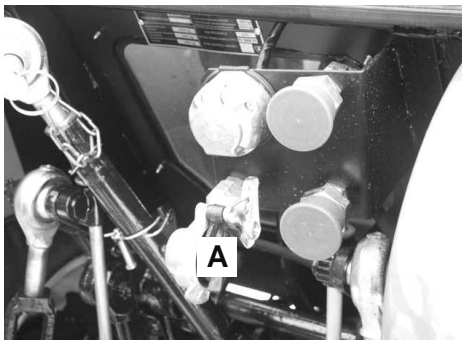

Abb. F-65. Anschluss des Einleitung-Druckluftsystems
Ist der Anhänger mit einem Einleitungssystem ausgestattet, soll die Luftdruckleitung des Anhängers an den Luftdruckanschluss **A (Abb. F-65 oder F-66)** des Schleppers angeschlossen werden. Nach Lösen der Bremspedale und des Feststellbremshebels im Schlepper erhält sich im Anschluss Druck von 0.62 MPa. Betätigung der Bremsen im Schlepper bewirkt die Abnahme des Drucks proportional zur Pressung auf Fußbremspedale und Betätigung der Bremsen im Anhänger.
- Nach Abstellen des Motors sollte der Druckabfall in der Druckluftanlage bei ausgeschalteten Hauptbremsen und Feststellbremse nicht größer als 0,0126 MPa in der Zeit von 10 Min. gemessen mit Hilfe eines Manometers im Druckluftanschluss 7 (Abb. F-65). Es wird zugelassen, die Dichtheit in der Zeit von 10 Minuten beim Druckabfall am Manometer, der auf dem Armaturenbrett angebracht wurde, den Wert von 0,0126 MPa überschreitet.
Je 1000 Betriebsstunden (oder je 12 Monate) ist der Behälter gründlich zu reinigen. Es wird empfohlen, für diese Tätigkeit die ASS zu beauftragen. Je 10 Bh Kondensat aus dem Behälter mit Hilfe eines Ablassventils 5 entfernen (Abb. F-65).